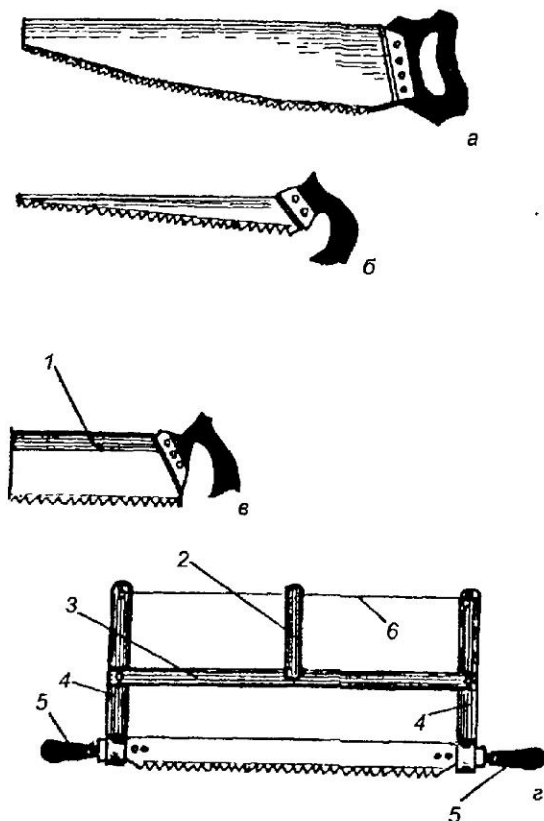

Рис. 147. Пилы
Чтобы получить бруски или доски, дерево распиливают на фрагменты заданной длины. Произвести распиливание можно как вручную, так и механизированным способом. Нас прежде всего интересуют ручные пилы — ножовка и лучковая пила. Ножовки бывают широкие, узкие и с обушком (рис. 147).
**Широкая ножовка** (рис. 147 а) применяется для поперечной резки древесины. Ширина полотна у данной ножовки (у свободного конца) — 80 мм, толщина 1,2 мм.
**Узкая ножовка** (рис. 147 б) — в основном для распиливания тонких пиломатериалов, выполнения сквозных пропилов. Применяется для образования криволинейных деталей. В длину ножовка имеет 450 мм, ширина на свободном конце — 20–40 мм. Толщина пилы — 1,5 мм. Заточка зубьев — как и у широкой ножовки.
**Ножовка с обушком** (рис. 147 в) используется для распиливания мелких отрезков древесины, образования неглубоких пропилов, удобна при подгонке соединений. Верхняя часть пилы имеет утолщение. Ширина полотна у ручки — 149 мм, толщина полотна — 0,8 мм. Для придания полотну жесткости к нему в верхней части приклепывают обушок.
**Лучковая пила** (рис. 147 г) предназначена как для поперечного, так и продольного распиливания. В ручки (5) стоек (4) вставляют полотно пилы на шпильках. Затем закруткой (2) натягивают тетиву (6) и фиксируют затем закрутку на среднике (3). **Станок лучковой пилы** делают из дерева твердых пород. Для тетивы подбирают прочный, упругий шнур диаметром не менее 3 мм. Лучковые пилы в зависимости от предназначения имеют различную заточку зубьев, различную длину и ширину полотна. **Размашные пилы** — полотно пилы имеет ширину 45–55 мм, толщину — 0,4–0,7 мм, шаг зубьев — 5 мм, угол заострения зубьев —  $40$ – $50^\circ$ . Прямая заточка зубьев. Полотно имеет длину 750–800 мм. Назначение размашной пилы — продольное пиление. **Попе-**